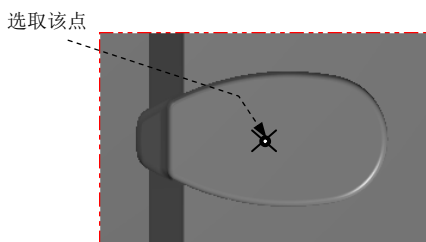
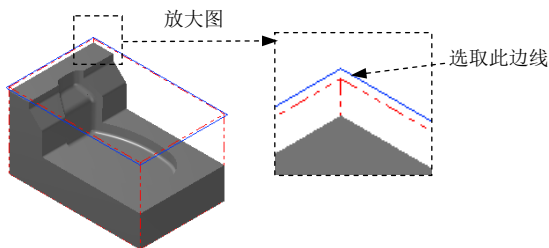

图 3.4 定义基准点
图 3.5 绘制矩形边界
Step1. 绘制矩形边界。单击顶视图按钮，选择下拉菜单 →  命令，系统弹出“矩形”工具栏。在“矩形”工具栏中确认按钮被按下，选取图 3.4 所示的坐标原点，然后在后的文本框中输入值 215，在后的文本框中输入值 140，按 Enter 键。单击按钮，完成矩形边界的绘制，结果如图 3.5 所示。
(2) 设置加工边界。在  区域中单击按钮，系统弹出“串连选项”对话框。在图形区中选取图 3.5 所示的边线，单击按钮，系统返回至“刀具路径的曲